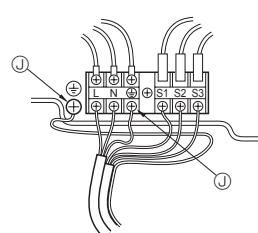

Fig. 6-2
6.1. Εξωτερική μονάδα (Fig. 6-1, Fig. 6-2)
① Αφαιρέστε το πλαίσιο συντήρησης.
② Συνδέστε τα καλώδια που αναφέρονται στην Fig. 6-1 και στην Fig. 6-2.